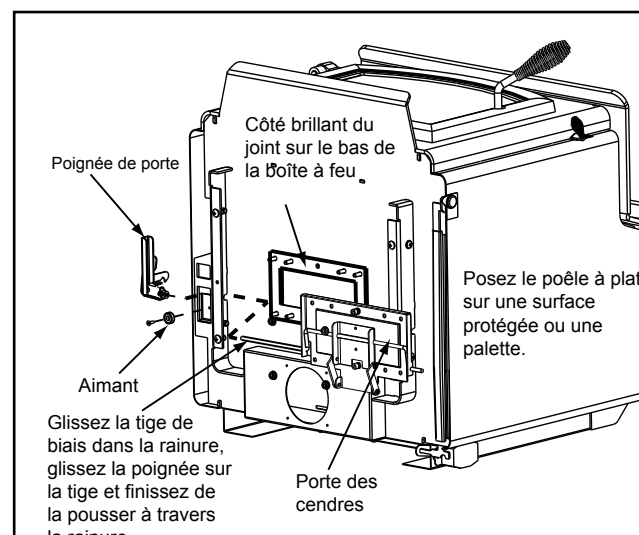

Figure 22.2
Il est important que le joint ne soit pas mis à l'envers car cela pourrait compromettre ses capacités d'étanchéité. Figure 22.2.
Glissez la porte à cendres sur les 8 vis sortant du fond du poêle. Fixez-la avec les écrous et rondelles fournis. **Figure 22.2.**
6. Installez l'aimant au moyen d'un tournevis à tête cruciforme. Cet aimant maintient la poignée de porte et la porte à cendres en position ouverte pendant l'évacuation des cendres dans le tiroir à cendres. **Figure 22.2.**
1. Suivez les étapes 1 à 6 à la **page 22**. Consultez également les **figures 22.2 et 22.3**.
1. Suivez les étapes 1 à 3 à la **page 22**. Consultez également les **figures 22.2 et 22.2**.